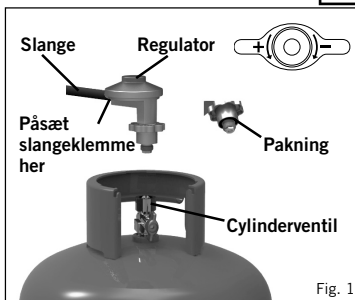

Fig. 1
- Ved udskiftning af en gasbeholder lukkes først cylinderventilen og derefter enhedsventilen (se fig. 1 og 2). I det der sikres at flammerne er slukkede, skrues regulatoren af. Påsæt en fuld gasbeholder under iagttagelse af de samme forholdsregler som beskrevet overfor.